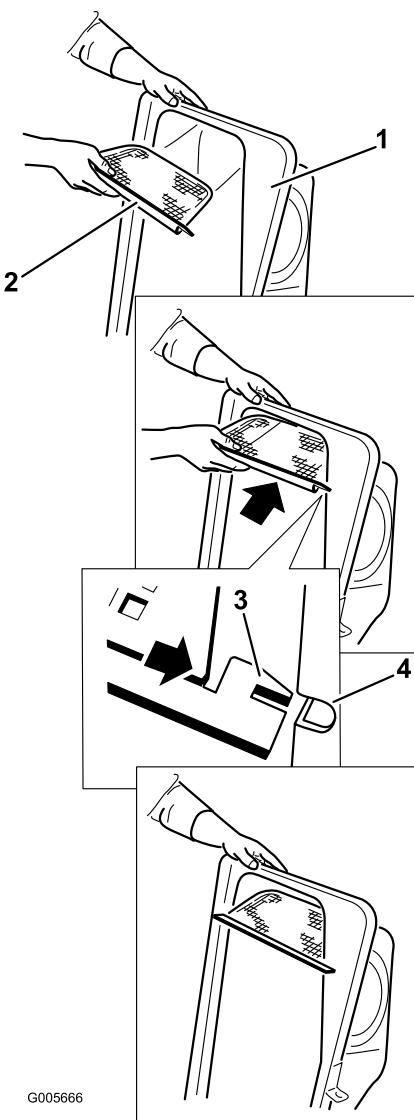

Bild 12
2. Setzen Sie das Gitter so ein, wie in Bild 12 abgebildet, dass es sich nach unten zu den Grasfangkörben neigt.